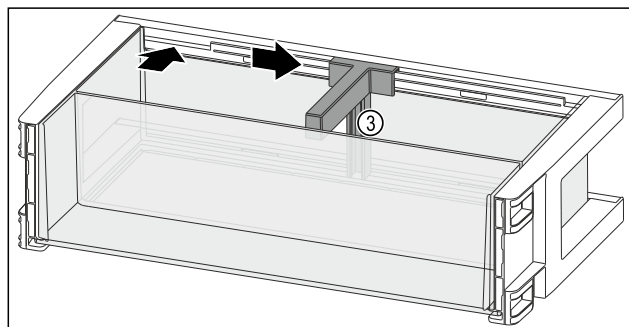

Fig. 95
- Вставте тримач пляшок Fig. 95 (3) у паз.
- Пересуньте тримач пляшок Fig. 95 (3) убік до бажаної позиції.